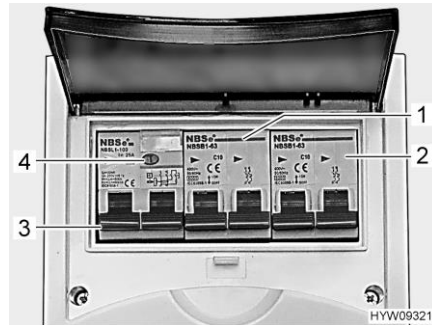

Fig. 114 Disjoncteur de protection de circuit et disjoncteur FI (coffret de fusibles 230 V)
Un disjoncteur différentiel (disjoncteur FI) (Fig. 114,3) dans le coffret de fusibles protège tout le véhicule contre le courant différentiel (30 mA).
Le disjoncteur de protection de circuit connecté en aval (10 A) (Fig. 114,1) protège les prises de courant de 230 V, le bloc électrique, le chargeur supplémentaire et le réfrigérateur.
Sur les véhicules possédant un équipement particulier tel que la climatisation dans le toit, un disjoncteur de protection de circuit supplémentaire (16 A) (Fig. 114,2) protège l'appareil.
- Lorsque le véhicule est raccordé à l'alimentation 230 V, appuyer sur la touche de contrôle (Fig. 114,4). Le disjoncteur différentiel (FI) doit se déclencher.